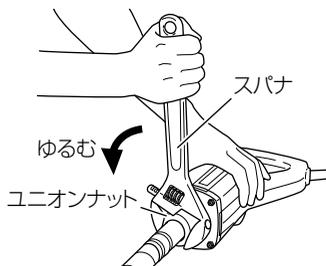

図 5
- (1) ユニオンナットを反時計回りに回してインナカバーよりはずします。(図 5)